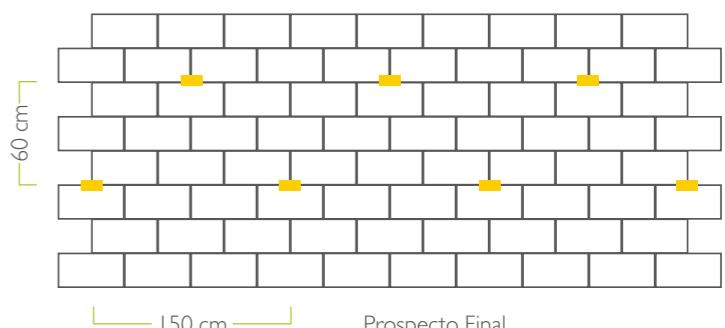

Fig.4 Detalle anclajes Ladrillos ecológicos falsas paredes
El Biomattone® se utiliza como revestimiento aislante de mamposterías existentes en el contexto de la recalificación energética de edificios (3). Los anclajes deben obtenerse fijando soportes en forma de L en el Biomattone®. El ala del soporte fijada a la mampostería existente debe tener una longitud mínima de 40 mm, la otra debe extenderse al menos hasta la mitad del espesor del Biomattone®, la anchura debe ser de al menos 20 mm. La fijación puede realizarse con un tajo de 40 mm en la mampostería existente y con un clavo (o tornillo) de 60 mm en el Biomattone®. Los anclajes deben colocarse cada 150 cm y cada tres hiladas de ladrillos de altura, es decir, 60 cm. (fig. 4)